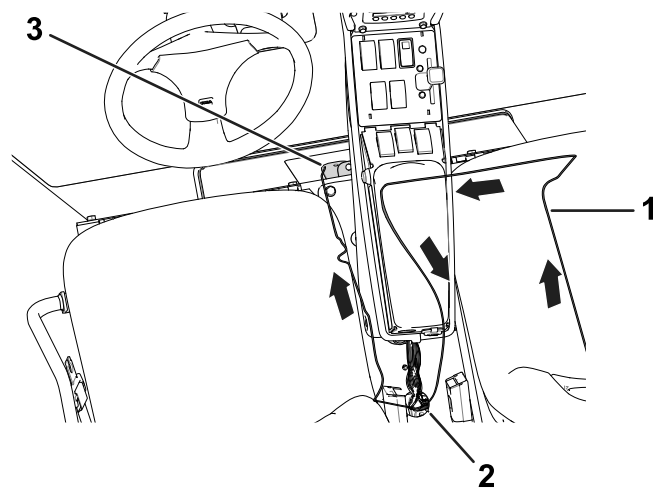
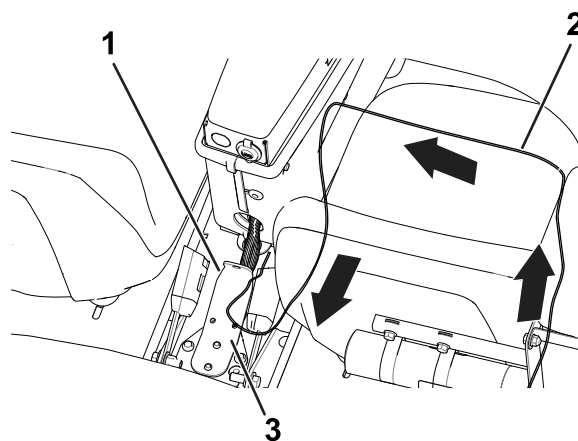

图 8
图 9
通过控制台开口沿现有线束布置管子图 9。
通过控制台开口沿现有线束布置管子直至座椅底座的前面图 8。
4. 用扎带将管子固定到现有线束图 9或图 8。